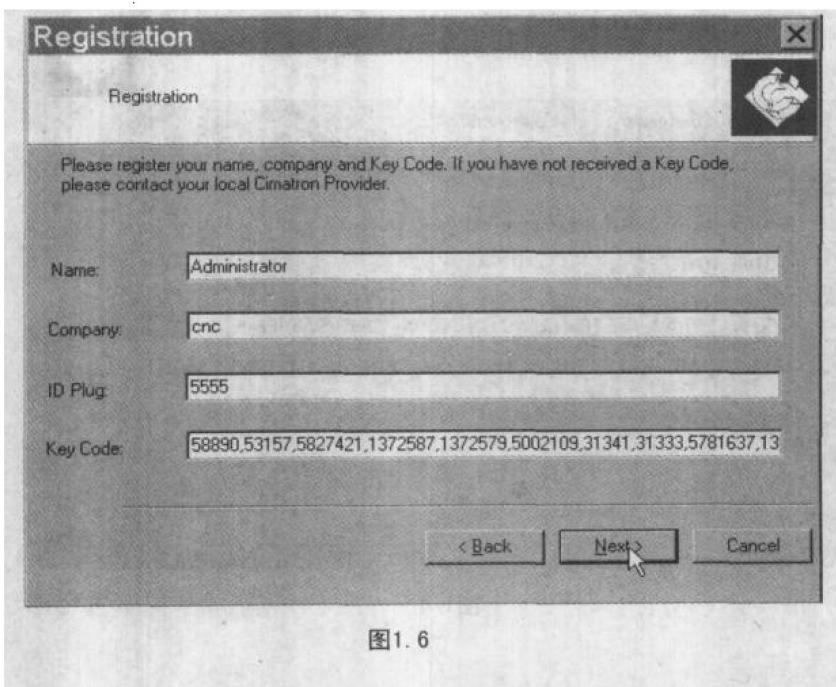

图1.6
(6) 接下来出现如图1.6所示的画面，在第1行输入用户名(可以任意)，第2行输入公司名(可以任意)，第3行输入节点号(由软件供应商提供)，第4行输入授权码(由软件供应商提供)，然后单击Next继续。